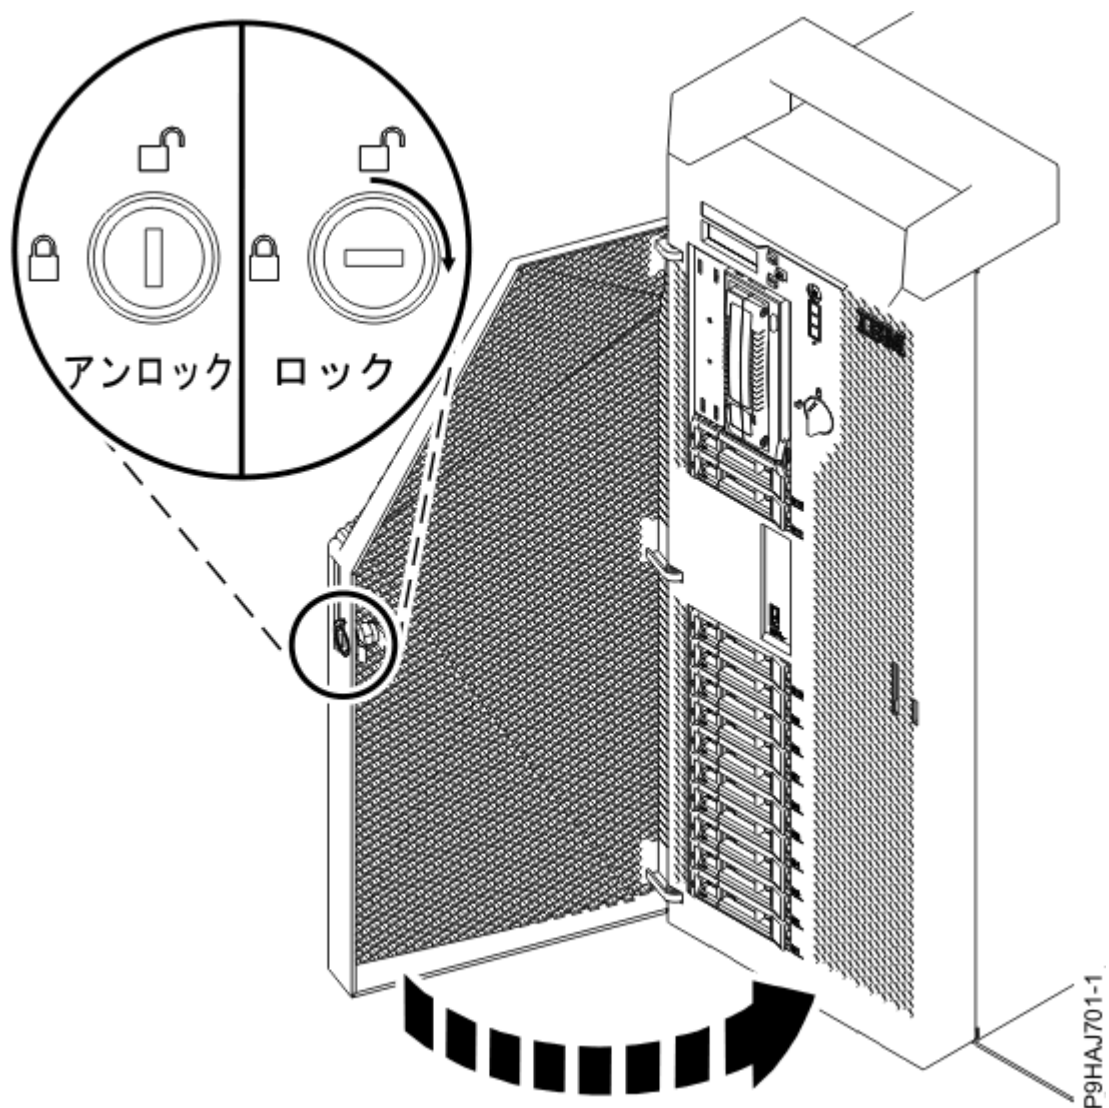

図 38. 前面ドアのロックング
- e) 前面ドアを閉じます。前面ドアの鍵をロックに差し込みます (40 ページの図 38 を参照)。鍵を右 (時計回り) にひねって、ドアをロックします。水平方向がロック状態で、垂直方向がアンロック状態です。